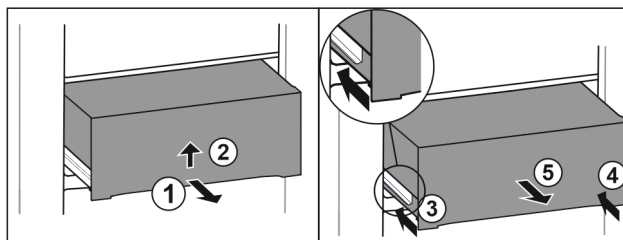

Fig. 33
- ▶ Vytiahnite zásuvku do polovice. Fig. 33 (1)
- ▶ Nadvihnite zásuvku na spodnej strane. Fig. 33 (2)
- ▶ Zasuňte ľavú koľajničku. Fig. 33 (3)
- ▶ Zasuňte pravú koľajničku. Fig. 33 (4)
- ▶ Odoberte zásuvku dopredu. Fig. 33 (5)